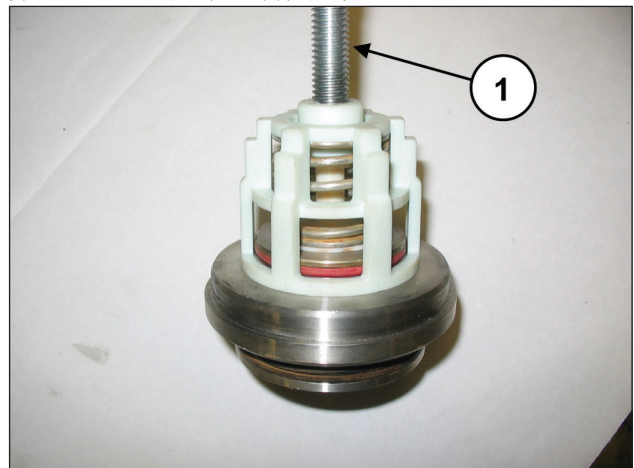

图97
拆除吸入和排出阀组，拧紧一个M10螺丝，以压住内导承，并从阀座抽出阀导承（部件号①，图97）。